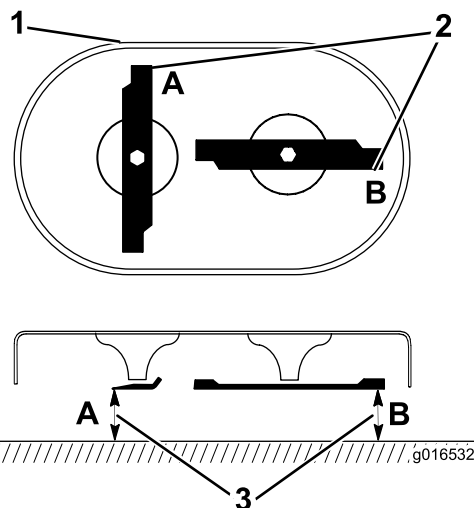

Figura 28
1. Rode as lâminas para a posição que se mostra na Figura 28.
2. Meça a partir de uma superfície nivelada até às extremidades de corte nos locais A e B, (Figura 28) e anote ambas as dimensões.
3. Rode as lâminas de forma a que as extremidades opostas se encontrem nos locais A e B (Figura 28).